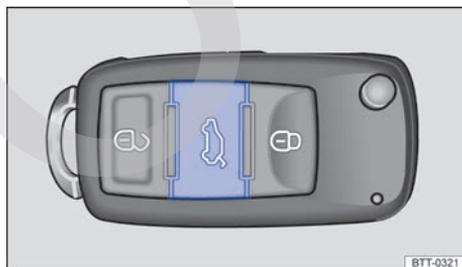

Fig. 58 En la llave del vehículo: tecla de desbloqueo de la tapa trasera.
- Si el vehículo está bloqueado, apretar el botón  en la llave del vehículo con el comando remoto → fig. 58 durante aproximadamente un segundo para desbloquear la tapa trasera.